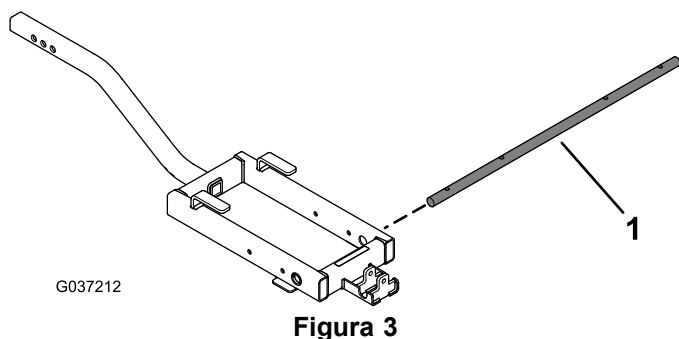

Figura 3
2. Inserte el eje de pivote del esparcidor por el bastidor del soporte del esparcidor y los casquillos a presión (Figura 3).